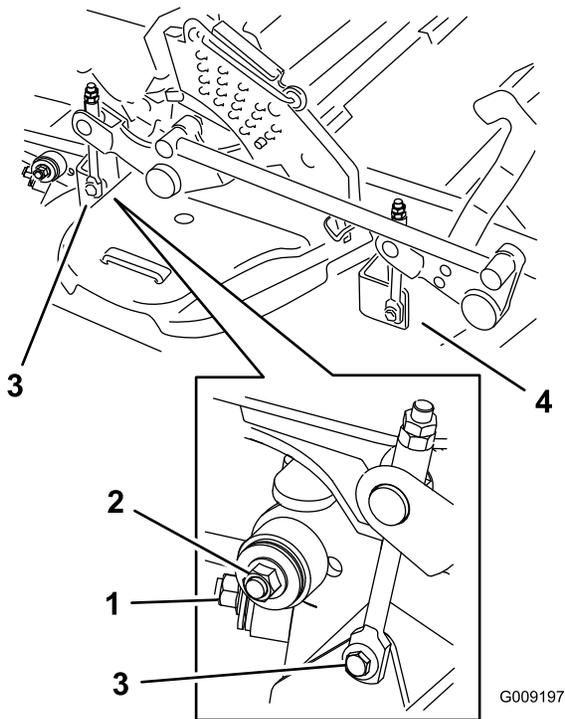
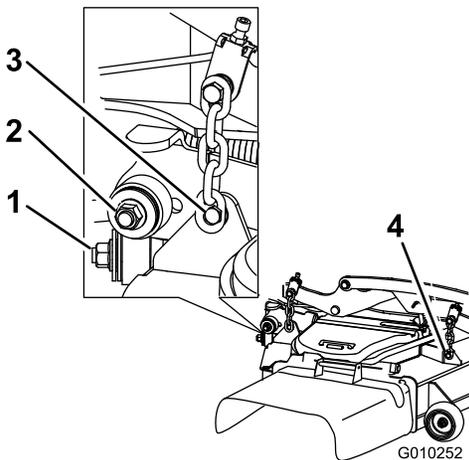

Figure 106
Figure 107
7. Enlevez et mettez de côté les fixations des deux côtés du tablier, comme montré à la Figure 106 ou Figure 107.